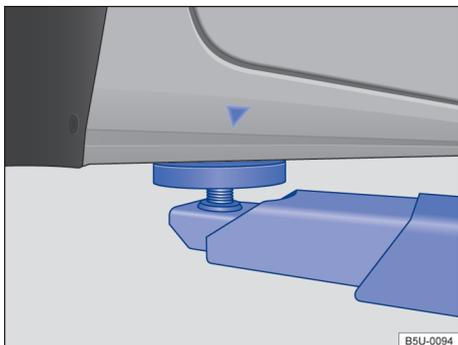
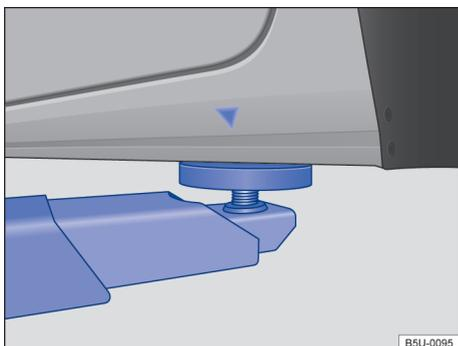

Fig. 173 Pontos de apoio dianteiros para a suspensão com plataforma elevatória ou com macaco.
Fig. 174 Pontos de apoio traseiros para a suspensão com plataforma elevatória ou com macaco.
O veículo deve ser suspenso somente pelos pontos indicados nas figuras → Fig. 173 e → Fig. 174. Se o veículo não for suspenso pelos pontos indicados, podem ocorrer danos no veículo → ⚠ e ferimentos graves → ⚠.
- Suspender o veículo somente pelos pontos indicados nas figuras → Fig. 173 e → Fig. 174. Se o veículo não for suspenso pelos pontos indicados, o veículo poderá cair da plataforma elevatória quando, por exemplo, o motor ou a suspensão for desmontado.